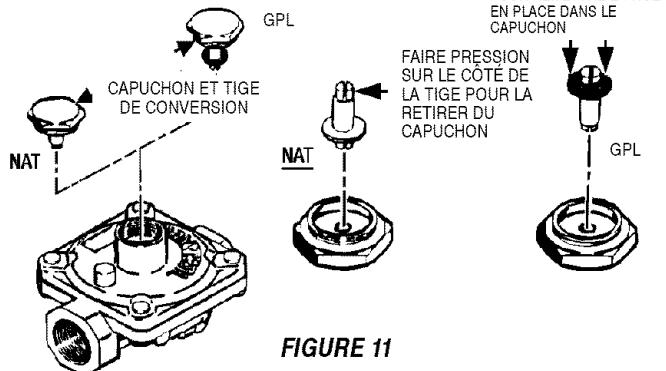

FIGURE 11
B. INVERSER LE CAPUCHON DANS LE DÉTENDEUR (voir la figure 11).
(voir la figure 11)